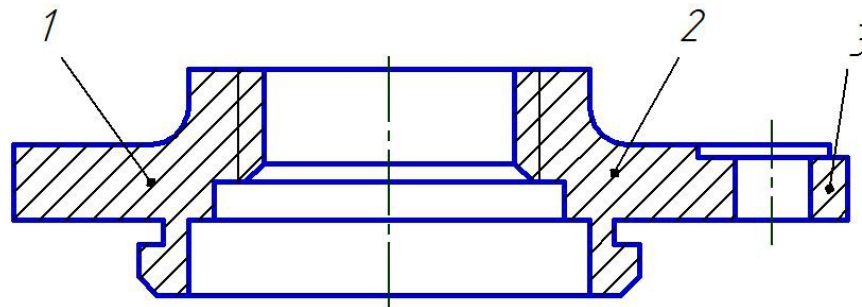

Рис. 1.60. Штрихование разреза
1. Заштрихуйте область разреза (рис.1.60).